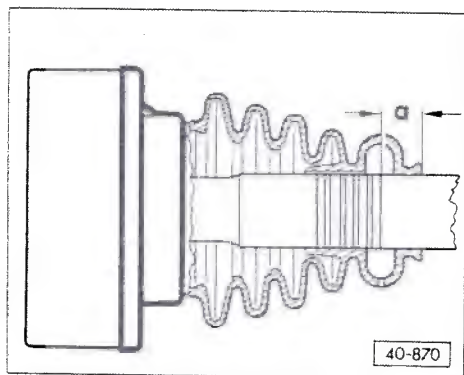

Fig. 6 Manchette d'articulation : repose sur l'arbre de pont
- ♦ Position de montage de l'arbre gauche => fig. 6